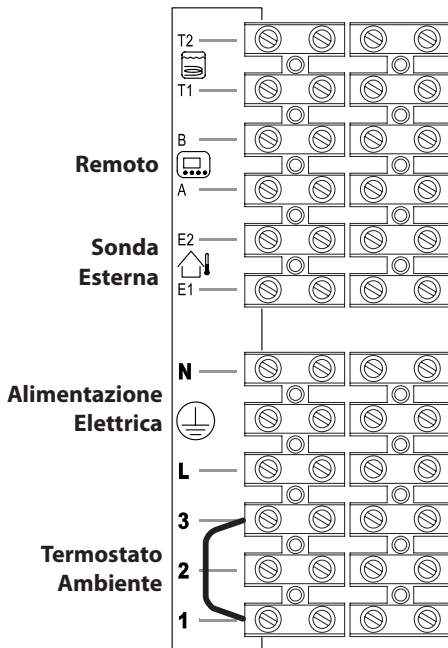

Figura 5.39
Per il collegamento del remoto servirsi dei morsetti indicati in Figura 5.39.
Per il collegamento della sonda esterna servirsi dei morsetti indicati in Figura 5.39.
**Il ponticello elettrico collegato nella morsettiere termostato ambiente tra i morsetti "1 e 3" non va rimosso** Figura 5.39.